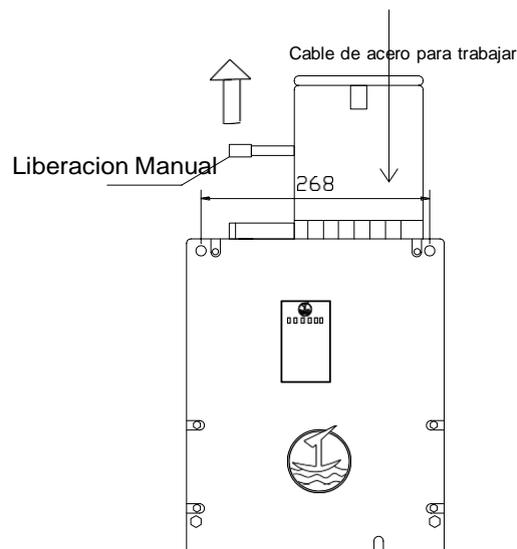

Figura 20 Descenso de emergencia
- Tomar la palanca de mando (1) del asa de transporte, introducirla a través del punto de liberación del freno y elevarla. **(Ver Figura 20)**